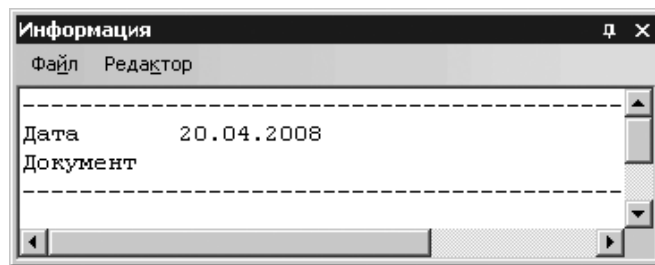

Рис. 8.46. Окно сообщений **Информация**
- щелкните по пункту **Площадь** в всплывающем меню. Появится окно сообщений **Информация**, показанное на рис. 8.46.